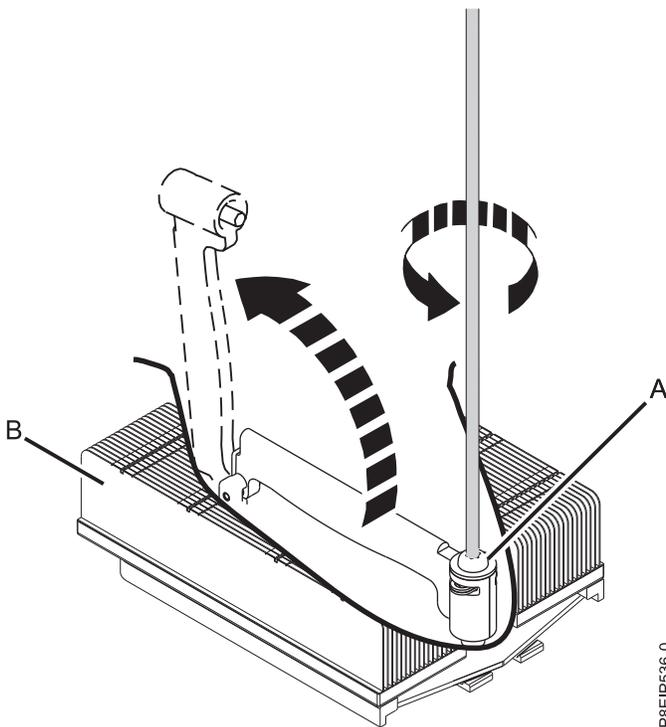

Abbildung 64. Halteschraube am Kühlblech lösen
4. Lösen Sie die Halteschraube (A) am Kühlblech des Systemprozessors (B) mithilfe eines #3 Kreuzschlitzschraubendrehers. Die Halteklammer wird in die in Abb. 64 dargestellte Richtung nach oben gedreht.